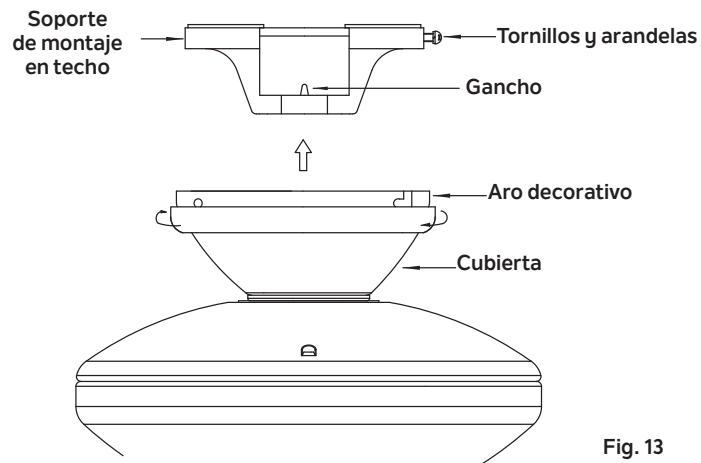

Fig. 13
**Paso 3.** Asegúrate de que los tornillos de montaje están apretados. (Fig. 13)